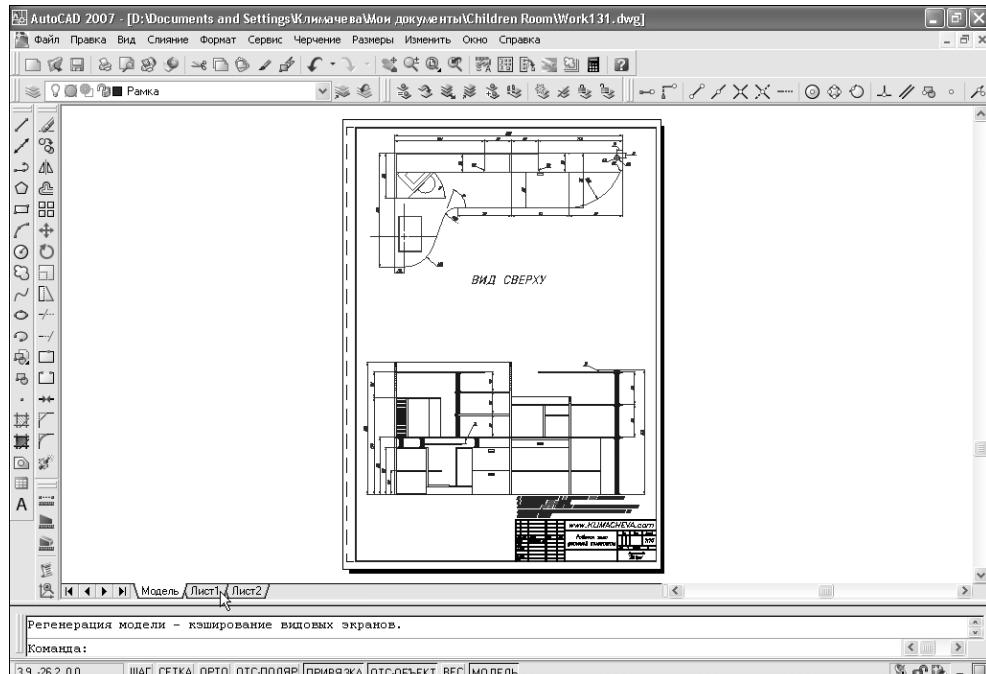
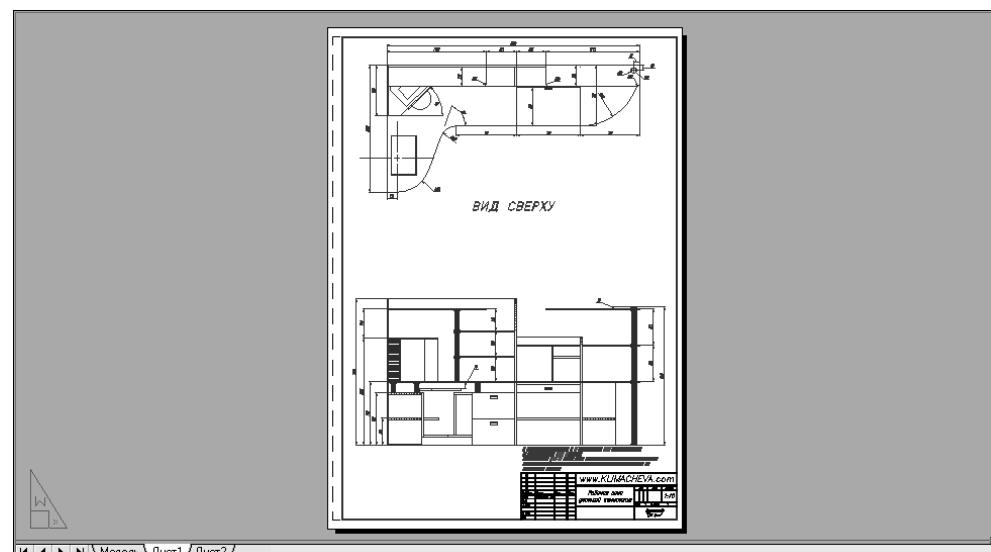

Рис. 13.1 ▼ Для перехода к листу компоновки нужно щелкнуть на ярлычке с именем вида **ЛистN** (LayoutN)
Рис. 13.16 ▼ Создание элементов оформления чертежа на листе компоновки завершено
- Совет.** Если вы предпочитаете работать в командном окне, можете для перехода в режим **ЛИСТ** (PAPER) вводить в командном окне команду **Лист** (PSPACE) или просто **Л** (PS), а для перехода в режим **МОДЕЛЬ** (MODEL) – команду **МОДЕЛЬ** (MSPACE) или просто **М** (MS).
- Для точного изменения масштаба, как вы, должно быть, помните из первых глав книги, лучше всего использовать инструмент **Уменьшить** (Zoom In) или **Увеличить** (Zoom Out) в варианте команды **Показать** (ZOOM) командного окна. Поэтому введите в командном окне **по** (Z), а затем масштабный коэффициент **0.1xp** (то есть установите масштаб 1:10). Масштаб изображения на листе компоновки изменится.
- Снова вернитесь в режим **ЛИСТ** (PAPER). Убедитесь в том, что текущим является слой **Рамка**, и заморозьте слой **Видовой экран**. Итак, мы получили чертеж, который практически не отличается от того, как выглядел исходный чертеж (см. рис. 13.1), но теперь рамка и основная надпись выполнены на листе компоновки в масштабе 1:1 (рис. 13.16).